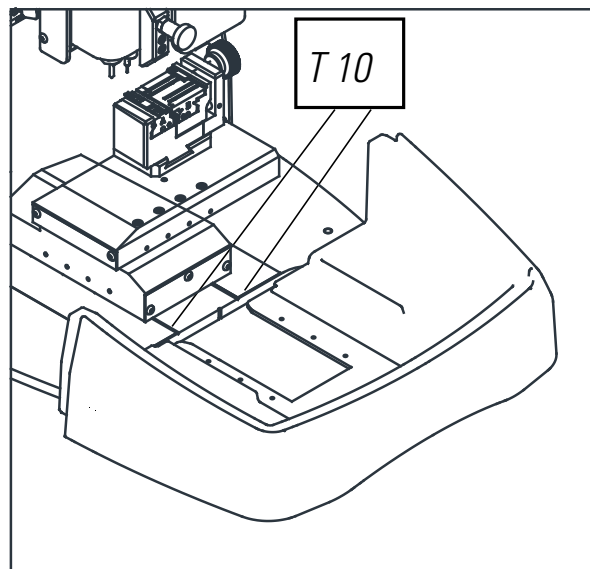

FIG. 23
- 3) Volver a introducir la bandeja llevando hasta el fondo siguiendo las dos rayas (T10) marcadas en color negro en la bancada. (Fig.23)